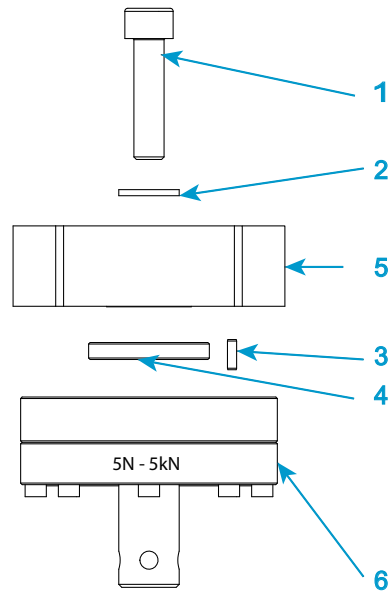

Figura 17. Instalación de una célula de carga de la serie 2530: capacidad de 5 N a 5 kN
Leyenda de Figura 17
1. Consulte Figura 17 en la página 91 y su leyenda relacionada.